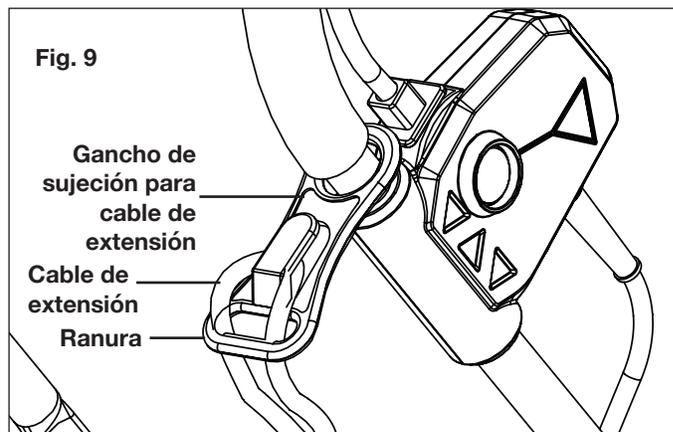

Fig. 9
2. Empuje un bucle del cable de extensión a través de la ranura del sujetador de restricción del cable de extensión, desde el lado opuesto y alrededor del gancho de sujeción. Conecte el cable del artefacto al cable de extensión (Figs. 9 y 10).